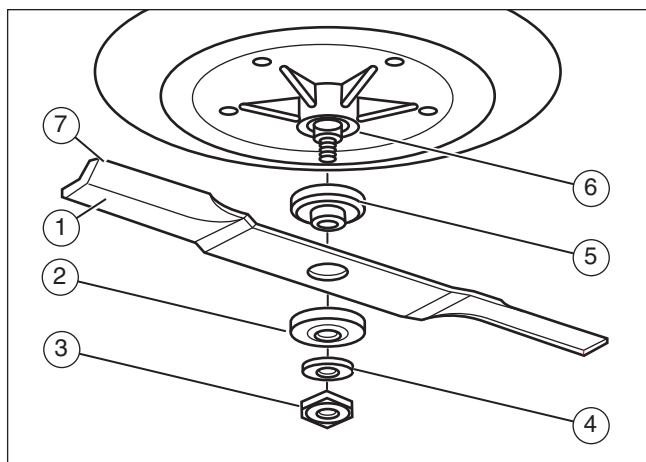

Figura 7
Se si mantiene affilata la lama (1) e si controlla che non sia danneggiata, la lama taglierà meglio e sarà più sicura (Figura 7). Controllare frequentemente che la lama non sia troppo consumata, incrinata o danneggiata in altro modo.
3. Togliere il dado (3) che fissa la lama (1) (Figura 7).
4. Controllare la lama e l'adattatore della lama (5) secondo le istruzioni contenute nella sezione "Controllare la lama". Sostituire una lama consumata o danneggiata con una lama originale. Consultare un centro assistenza autorizzato locale.
6. Montare la lama (1) e l'adattatore della lama sul mandrino (6).
7. Montare la lama in modo che i bordi di sollevamento (7) siano verso l'alto. Se la lama è capovolta, non taglierà correttamente e può causare incidenti.
8. Fissare la lama con la rondella e dado originali (3). Verificare che il bordo esterno della molla Belleville (2) sia contro la lama.